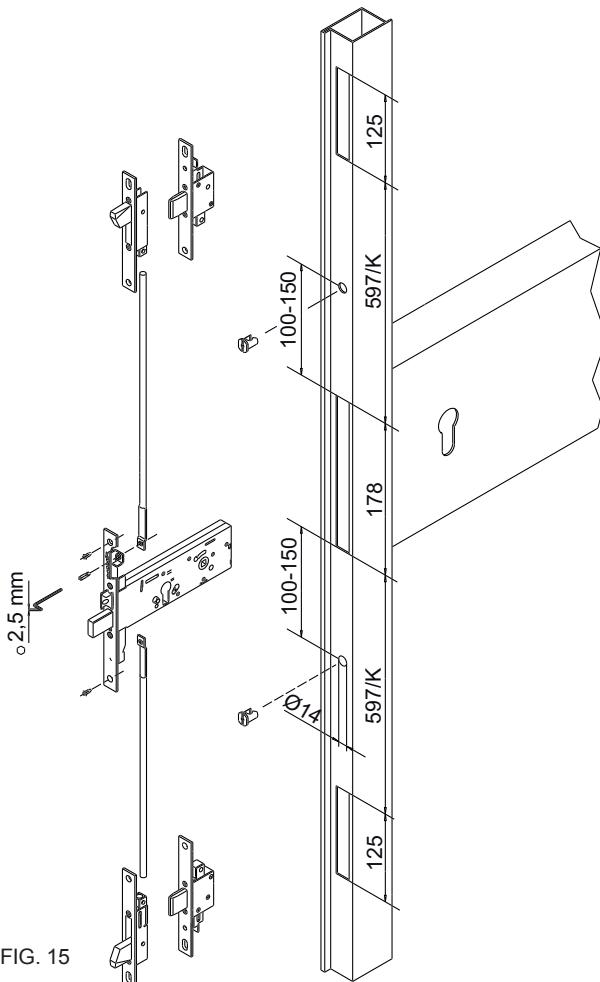

FIG. 15
- D) Fasi di installazione con coppia deviatori con asta interne art. 06443.00/21 (Fig. 15).
- D) Phases d'installation avec couple de déviateurs avec tiges internes art. 06443.00/21 (Fig. 15).
- D) Installation steps with pair of diverting devices with internal extended bolts item 06443.00/21 (Fig. 15).
- D) Fases de instalación con par de desviadores con varillas interiores Art. 06443.00/21 (Fig. 15).